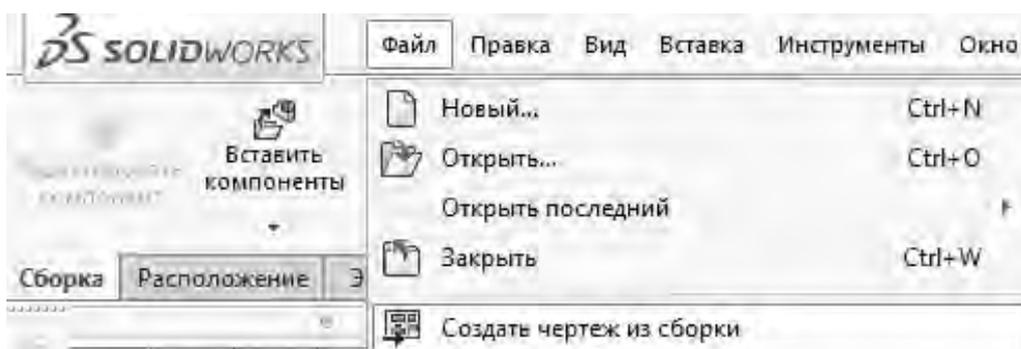

Рисунок 38 – Опция «СОЗДАТЬ ЧЕРТЕЖ ИЗ СБОРКИ»
- в случае работы с файлом сборки нажать «ФАЙЛ / СОЗДАТЬ ЧЕРТЕЖ ИЗ СБОРКИ» (рисунок 38);